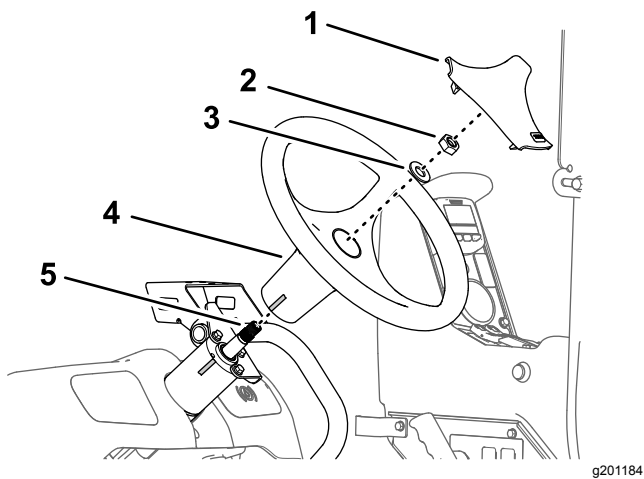

图165
1. 将方向盘上的胶带标记与转向阀壳体上的胶带标记对齐 图165。
2. 使用在 拆卸方向盘 \(页码 60\) 的步骤 3 中卸下的垫圈  $\frac{5}{16}$  英寸和螺母  $\frac{5}{16}$  英寸将方向盘安装到转向阀的轴上 图165。